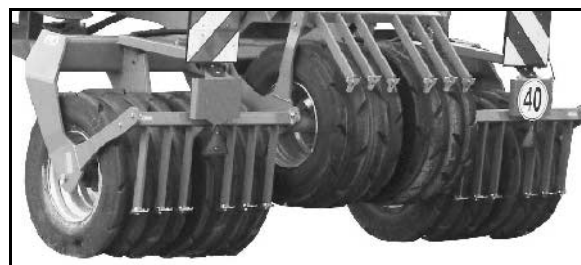

Рис. 26
- (1) 4 Колёса ходовой части
- (2) Колёса катка
- При транспортировке и на разворотной полосе агрегат движется на колёсах ходовой части (Рис. 26).